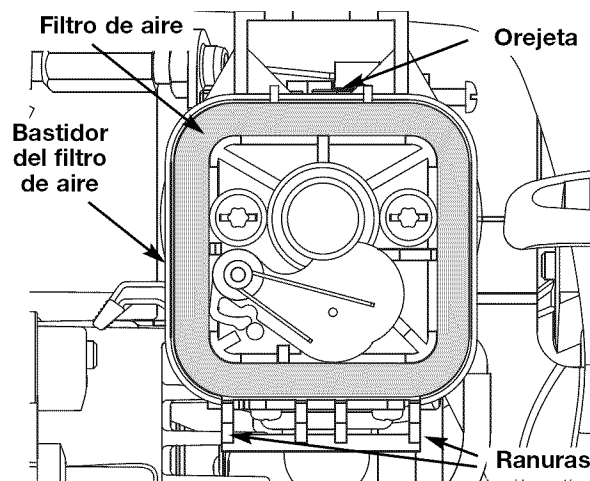

Fig. 19
2. Quite el filtro de aire (Fig. 19).
6. Reemplace el filtro (Fig. 19).